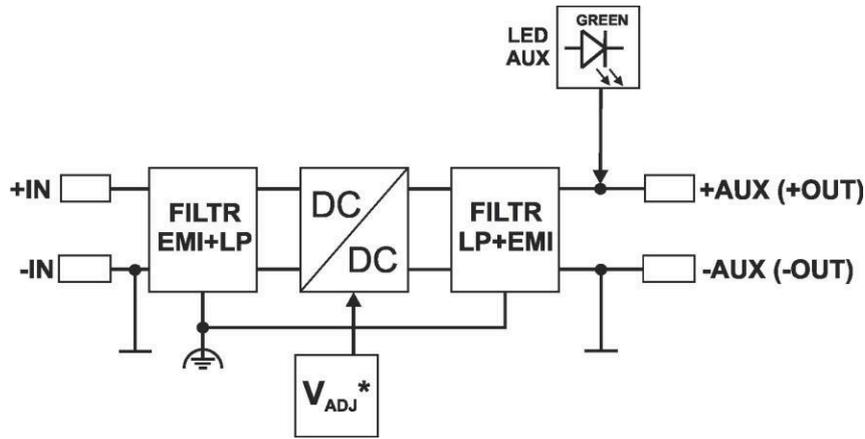

Fig. 1. Schéma fonctionnel du module convertisseur.
1.1. Schéma fonctionnel (Fig. 1).